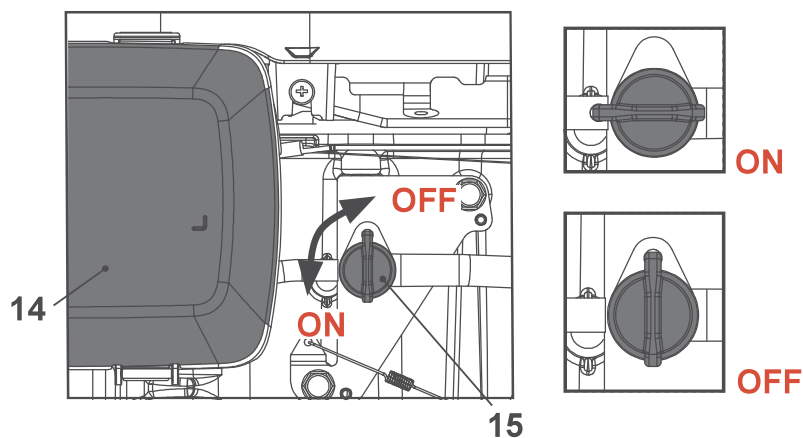

Fig. 22
La palanca de la válvula de combustible (15) está situada cerca de la tapa del filtro de aire (14). Gire la palanca de la válvula de combustible (15) hacia la izquierda hasta la posición ON antes de arrancar el motor (Fig. 22). Gire la palanca de la válvula de combustible (15) hacia la derecha hasta la posición OFF antes de realizar tareas de mantenimiento o almacenamiento.